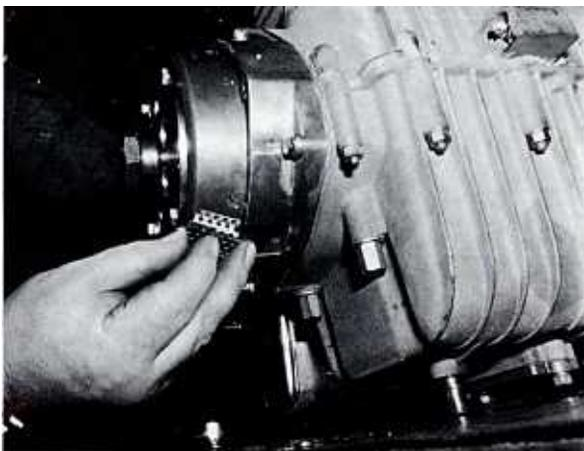

Bild 196
- Zum Abschrauben der Mutter mit Linksgewinde muss der Motor blockiert werden. Bei eingebautem Motor erfolgt dies am einfachsten, indem man den 5. Gang einlegt und die Hinterradbremse betätigt. Bei eingebautem Motor geht man nach Bild 114 oder 115 vor. Zum Abziehen des Rotors benötigt man den Spezialabzieher 618 18034 von Laverda, (Bild 197). An älteren Maschinen sitzt hinter dem Schwungrad eine Feder. Die Grundplatte unter dem Rotor trägt fünf Spulen, drei davon gehören zur Lichtmaschine. Zuerst die beiden schwarzen (HKZ) oder silberfarbenen (BTZ) Spulen abklemmen, die zur Zündanlage gehören. Die beiden horizontalen Spulen enthalten eine innere Wicklung für die Beleuchtung und eine äussere Wicklung für die Ladeanlage (oben), bzw. eine Ladewicklung (unten). Siehe dazu auch die Schaltpläne. Die drei zuletzt erwähnten Spulen können einzeln ausgebaut werden. Sie sind mit je zwei Schrauben befestigt. Ein Autoelektriker ist ohne weiteres in der Lage, ihre Funktion zu prüfen. Die Statorplatte lässt sich ebenfalls leicht ausbauen, nachdem man die Kabel an der Klemmenleiste unter dem Tank gelöst hat (Siehe dazu auch im Kapitel über die Zündung). Der innere Lichtmaschinendeckel ist mit einer Belüftungsöffnung versehen. Frühere Modelle hatten teils diese Entlüftungsöffnung nicht, teils waren sie nicht mit dem Schutzgitter versehen (Bild 196). Durch die Öffnung werden die Spulen gekühlt; es empfiehlt sich, ein Schutzgitter einzusetzen, falls